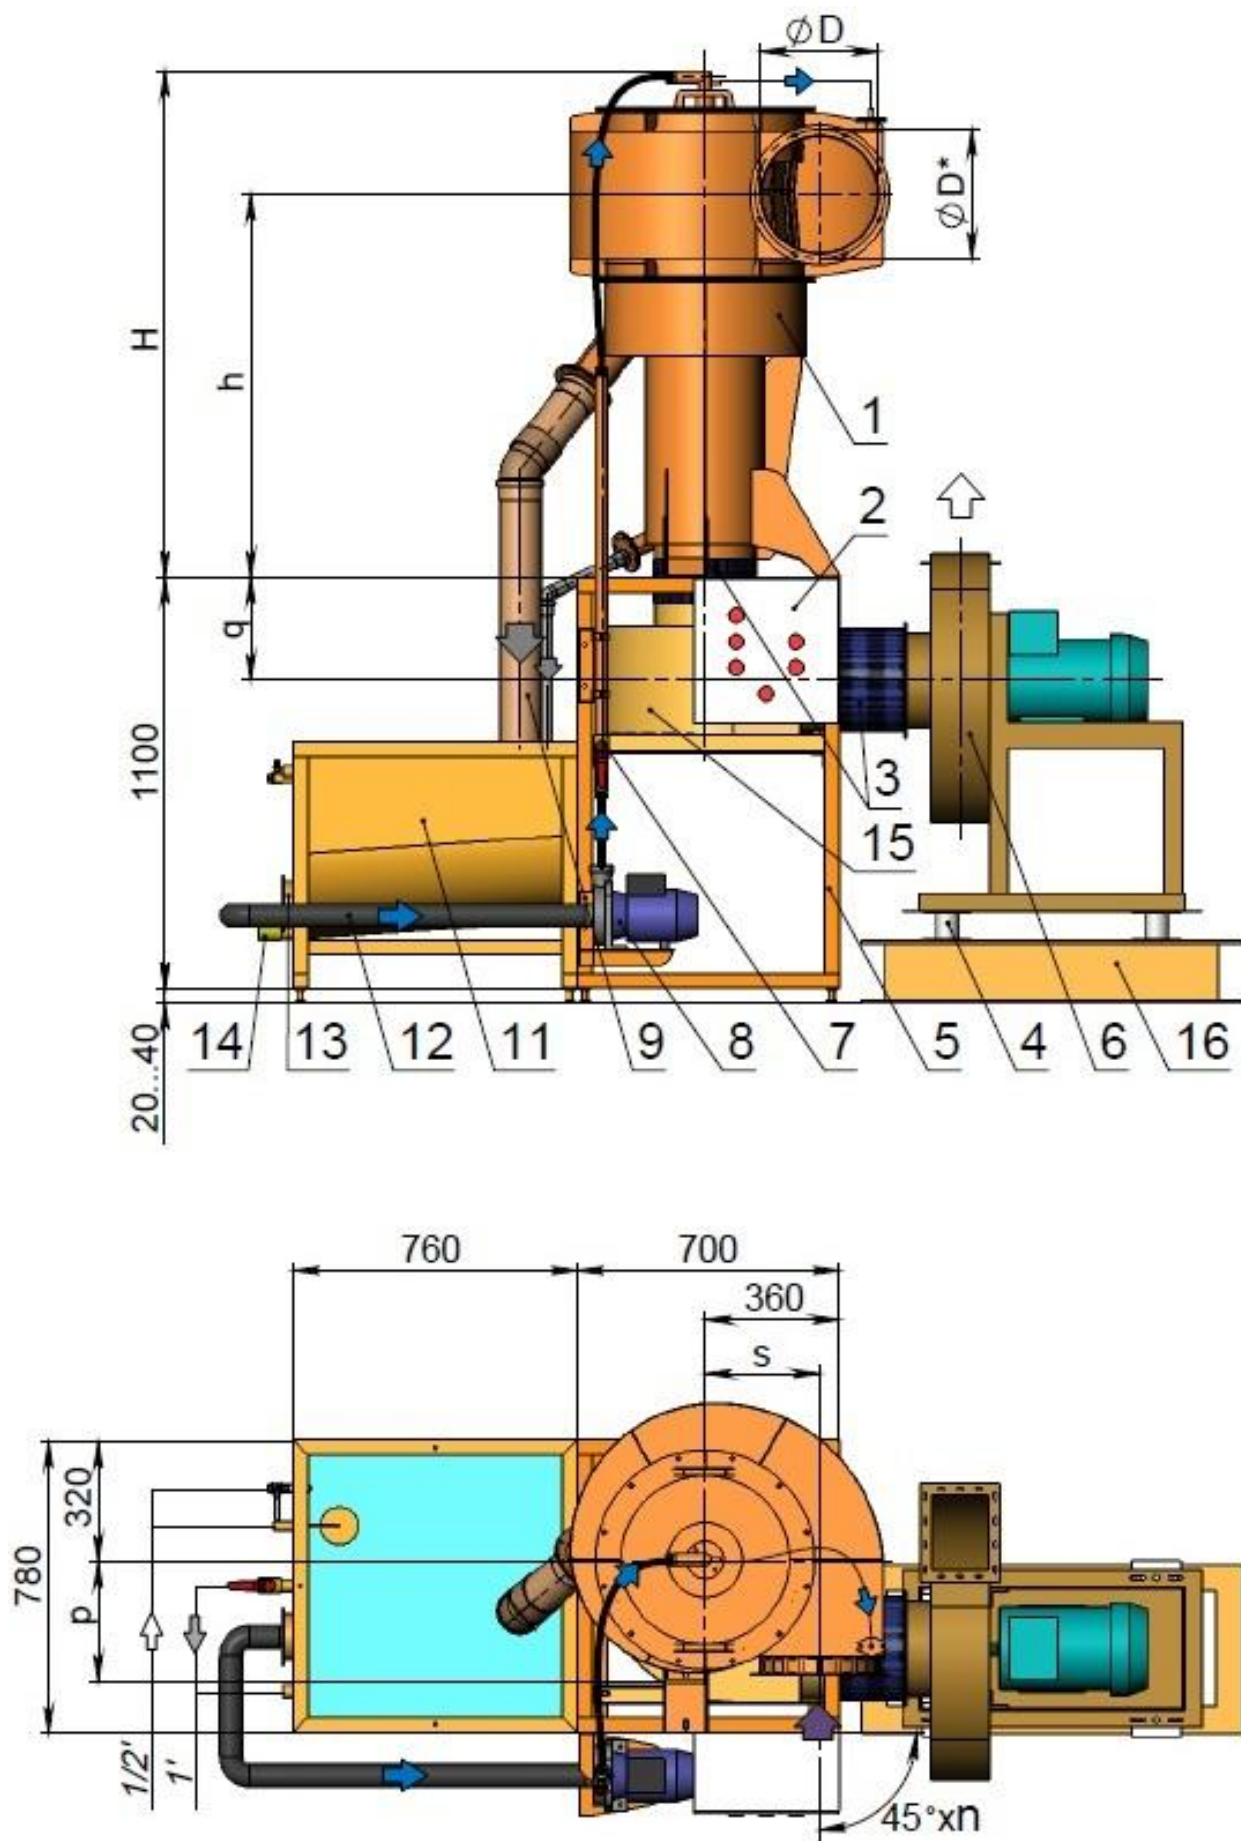

Рис. 3. Вихревой гидрофильтр "Вортэкс-3000...10000" с внешним вентилятором.
В исполнении с внешним вентилятором (рис. 3) установка включает в себя также раскручивающую улитку **15** и раму внешнего вентилятора **16**. Диффузор-шумоглушитель при этом не поставляется, ввиду различий конструкций внешних вентиляторов, и его рекомендуется подбирать самостоятельно под размеры газохода.
Очищенный от примесей и освобожденный от жидкости воздух из узла контакта (на рис. 3 через раскручивающую улитку **15**) поступает в вентилятор **6**, которым через диффузор-шумоглушитель **10** (при наличии) выводится из установки.
В исполнении с выносным вентилятором (рис. 3):
6.3 Для установки с внешним вентилятором (рис. 3) установить раму **16** с вентилятором **6** рядом с рамой **5** так, чтобы вход в вентилятор был расположен напротив выхода раскручивающей улитки **15** на расстоянии примерно 10 мм, соединить их прилагаемой гибкой вставкой, закрепив ее хомутами. Обеспечить прилегание всех регулировочных болтов рамы **16** к поверхности пола и вертикальное расположение вентилятора.